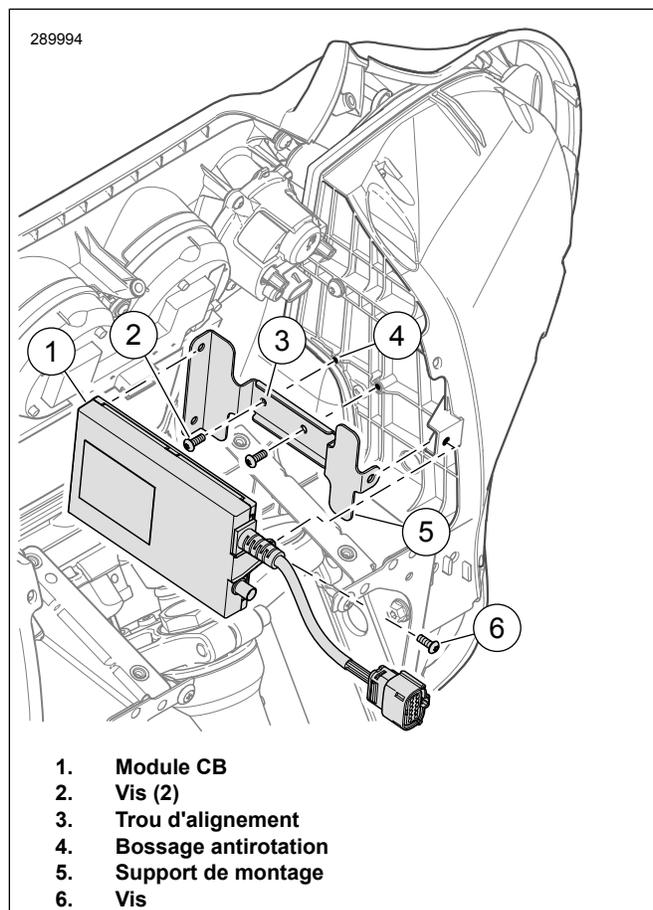

Figure 2. Poser le module CB : Carénage monté sur fourche
1. Voir Figure 2 . Aligner le trou (3) dans le support de montage (5) sur le bossage antirotation (4).
2. Poser les vis (2). Serrer.